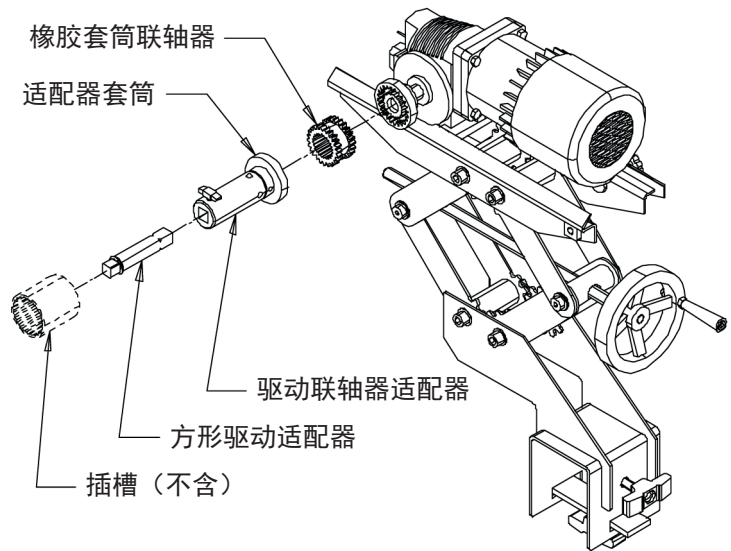

图 25
**橡胶套筒联轴器：**此组件位于已安装到转磨传动轴的对应法兰联轴器中。参见图 25。